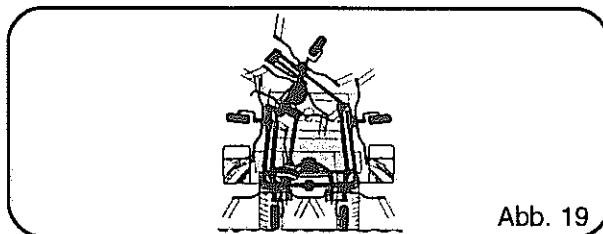

Abb. 19
1. Absenken auf den Boden (Abb. 19). Das Absenken der Maschine soll bei langsamer Vorwärtsfahrt vorgenommen werden.